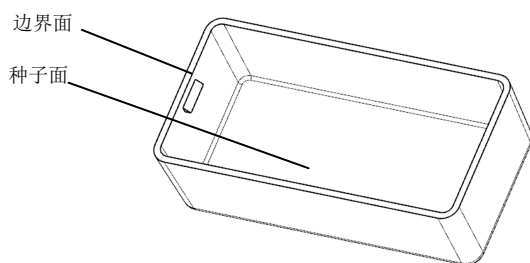

图 10-3 选取种子面与边界面
(5) 选取“菜单 | 格式 | 图层设置”命令, 设定第 10 层为工作图层。
(6) 选取“菜单 | 插入 | 关联复制 | 抽取几何特征”命令, 在【抽取几何特征】对话框中对“类型”选择“面区域”, 勾选“关联”复选框。
(7) 按住鼠标中键翻转实体后, 选取底面为种子面, 口部平面为边界面, 如图 10-3 所示。